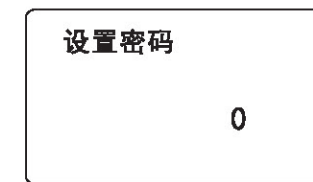
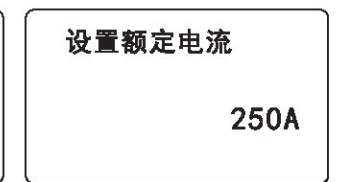

图9
图10
- ◇进入“功能参数”时，如图9所示，需要输入密码(2)，进入如图10为参数功能调整，通过【↑】或【↓】可进行各功能参数调整；按【菜单】键确认参数，调整好所有参数后，按【菜单】键确认保存，不需要保存或者设置错误时，直接按【返回】键放弃参数设置。